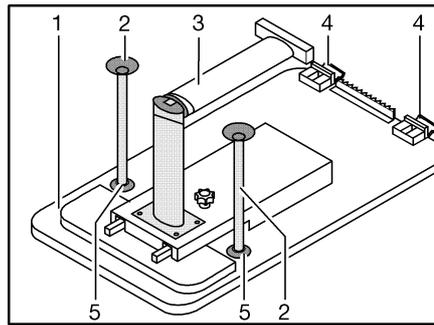

Bild 83 Bettunterbau
- Tischplatte (Bild 83,1) vorn leicht anheben.
- Tischfuß (Bild 83,3) am Gelenk entriegeln und einklappen.
- Tischplatte ca. 45° nach oben schwenken und Halterungen (Bild 83,4) aus der oberen Halteschiene aushängen.
- Je nach Modell die beiden zusätzlichen Stützfüße (Bild 83,2) in die Aufnahmen (Bild 83,5) an der Unterseite der Tischplatte stecken.